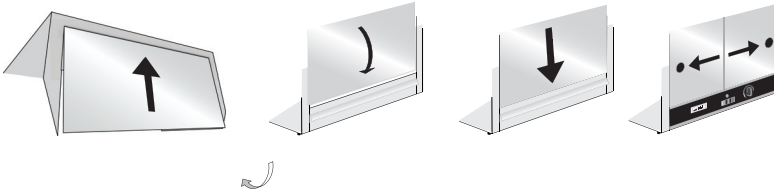

Abb. 1
2. Die Glasdisplaytafel nehmen und schräg in die obere Führungsschiene hinten am Gerät einführen **[Abb. 1]**.